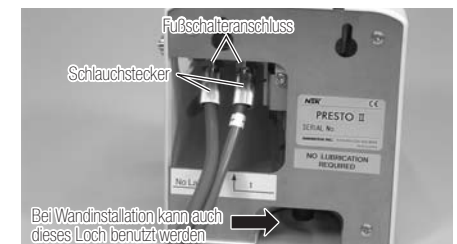

Abb. 2
Lockern und entfernen Sie die Schlauchstöpsel (2 x) aus den Fußschalteranschlüssen auf der Rückseite des Steuergerätes und stecken Sie beide in die Fußschalterkabel. Führen Sie die Stöpsel so ein, dass die Schrauben ein Stück herausstehen (auf der Seite des Steuergeräts). Stecken Sie den Schlauch des Fußpedals in den Fußschalteranschluss ⑪ der Rückseite der Einheit. Führen Sie das mit „1“ gekennzeichnete Ende jedes Schlauchs ein, wie auf der Markierung beschrieben. Ziehen Sie jetzt die beiden Schlauchstöpsel fest (Abb. 2).